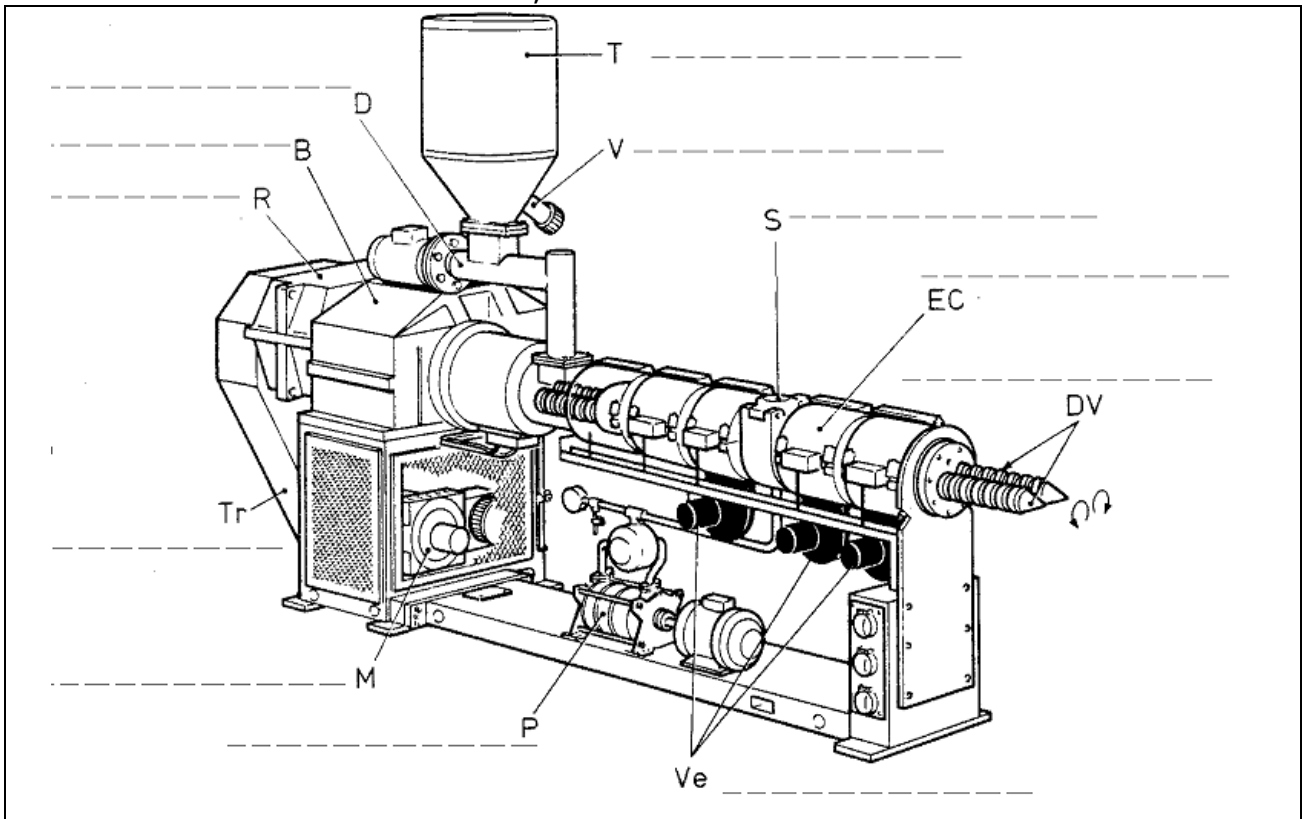

Figure 2. Exemple d'extrudeuse pour matière plastique.
3. La figure 2 montre une extrudeuse bivio. Identifier le nom des principaux éléments de cette machine ;